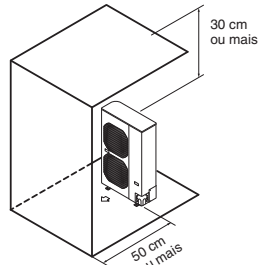

Fig. 2-4
- (3) Obstruções no lado frontal e parte superior da unidade (o lado esquerdo, lado direito e lado posterior devem estar abertos). (Fig. 2-4)